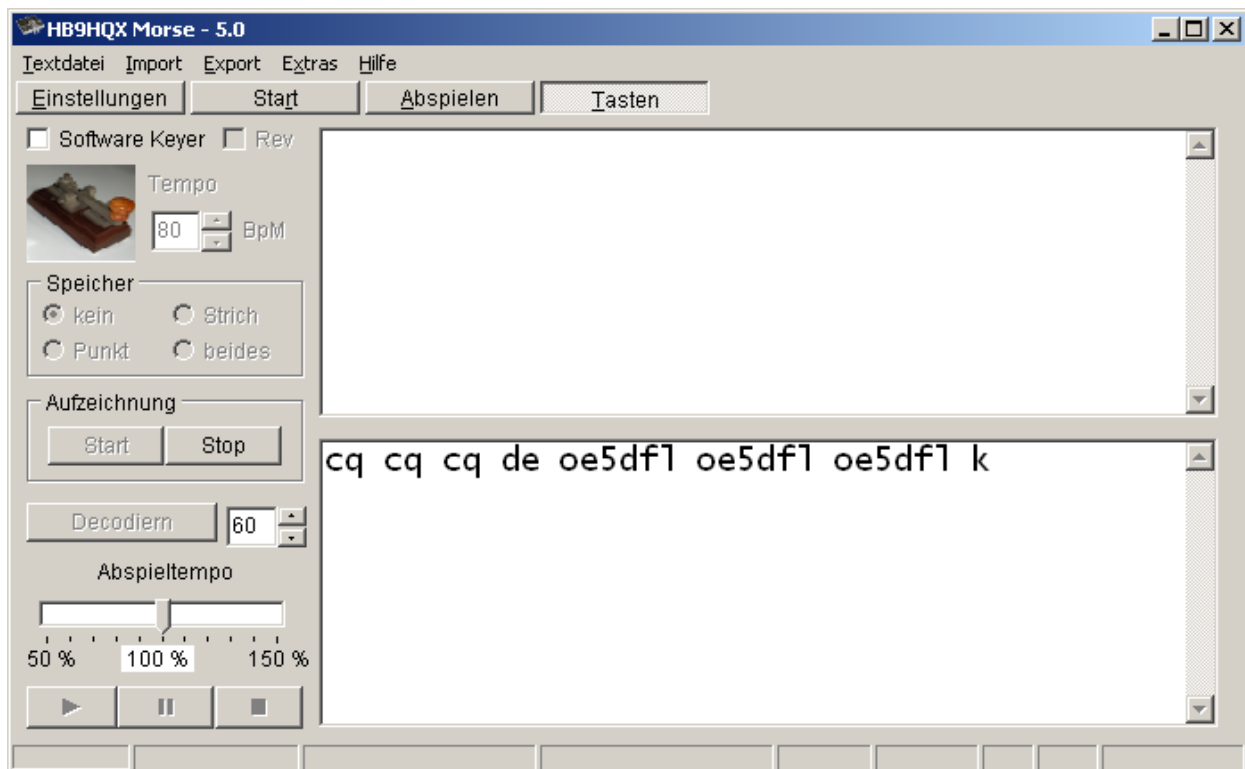

Abb. 17: Die ersten richtigen Worte
- Feld „Tasten“ öffnen und mit dem Morsesummer oder einer daran angeschlossenen, richtigen Morsetaste nach Herzenslust Zeichen eingeben (Abb. 17)...